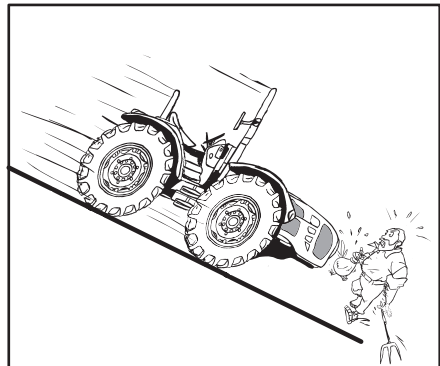

Abb. 2.23
- Einen Gang eingelegt lassen. Abhänge nie bei ausgekuppelter Kupplung oder im Leerlauf fahren (Abb.2.23).